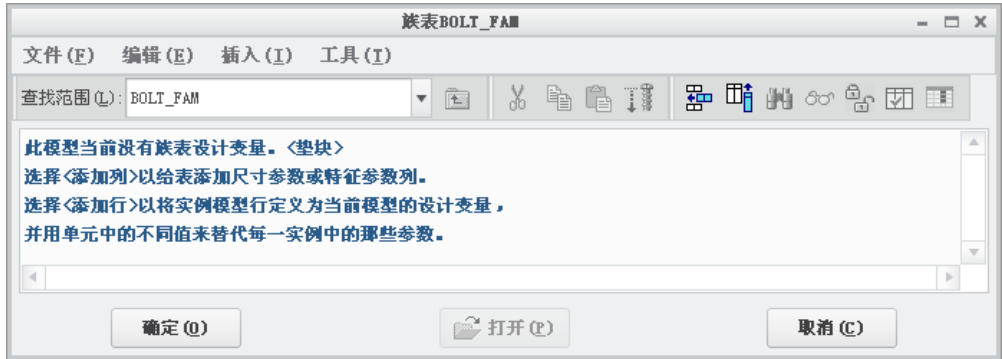
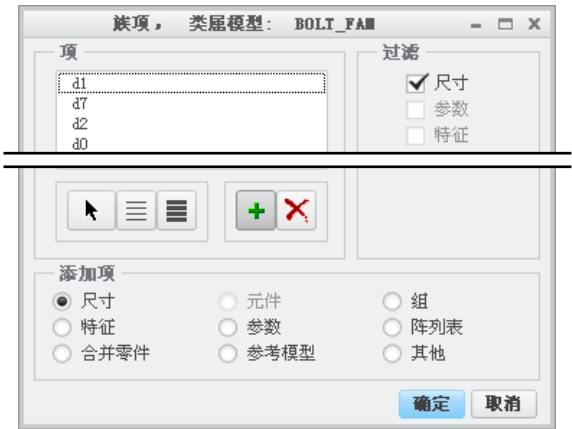
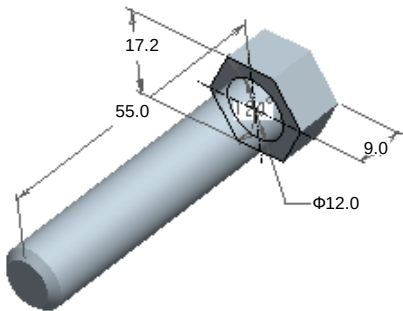

图 2.4.2 “族表 BOLT-FAM”对话框
图 2.4.3 “族项”对话框
图 2.4.4 选择尺寸
Step3. 增加族表的列。在图 2.4.2 所示的“族表 BOLT_FAM”对话框中选择下拉菜单 插入(I) → 列(C)... 命令，然后在弹出的图 2.4.3 所示的“族项”对话框中进行如下操作：
- (1) 在 添加项 区域下选中 ☒ 尺寸 单选项。
- (2) 单击模型中的圆柱体和六边形特征，系统立即显示这两个特征的所有尺寸，如图 2.4.4 所示。
- (3) 分别选择模型中显示的尺寸 $\Phi 12.0$ 、17.2、9.0 和 55.0 后（图 2.4.4），这四个尺寸的参数代号 d1、d7、d2 和 d0 立即显示在图 2.4.3 所示的“族项”对话框的项目列表中。
- (4) 单击“族项”对话框中的 确定 按钮，则系统返回“族表 BOLT_FAM”对话框，此时可看到族表中自动添加了一个实例行，此实例为普通模型。
- 在族表中，尺寸和参数、特征、自定义特征、装配成员等都可作为表驱动的项目列，如图 2.4.3 所示。
Step3. 增加族表的列。在“族表 ASM_FAM”对话框中选择下拉菜单 **插入(I)**  **列(C)...** 命令，在弹出的图 2.4.3 所示的“族项”对话框中进行下列操作：
- (1) 在 **添加项** 区域选中 **元件单** 选项。
- (2) 在装配模型中选取螺栓和垫圈零件，系统即将这两个零件添加到项目列表中。
- (3) 单击“族项”对话框中的 **确定** 按钮，系统返回“族表 ASM_FAM”对话框。